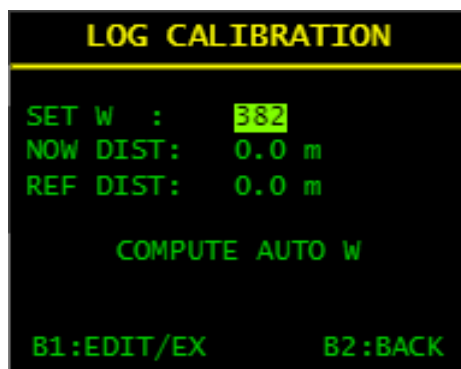

Fig 9 - Log calibration
- dalla schermata LOG CALIBRATION (**Fig 9 - a pag. 11**) premere brevemente B1 (tasto sx) per entrare nella funzione di modifica del dato (il dato inizia a lampeggiare);